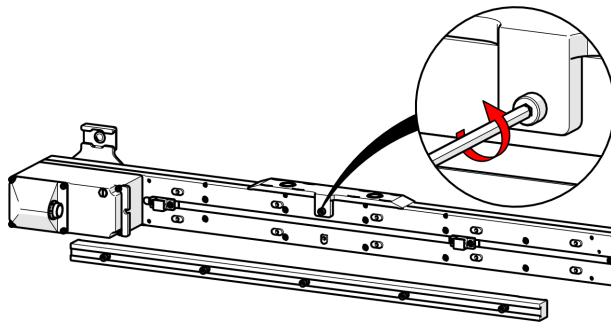

Abbildung 2-46 Entfernen des Magnetfußes
4. Entfernen Sie den Magnetfuß vom Rasterarm (siehe Abbildung 2-46 auf Seite 79).